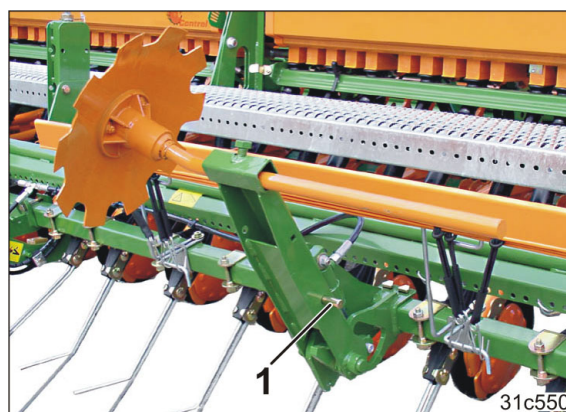

Fig. 211
1. Den Spurscheibenträger festhalten, den Bolzen (Fig. 211/1) entfernen und den Spurscheibenträger nach unten schwenken. Der Bolzen ist mit einem Federstecker gesichert.